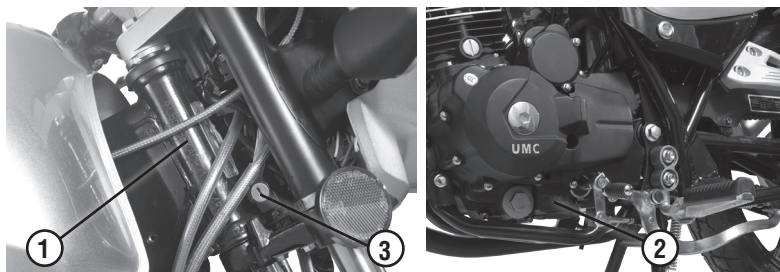
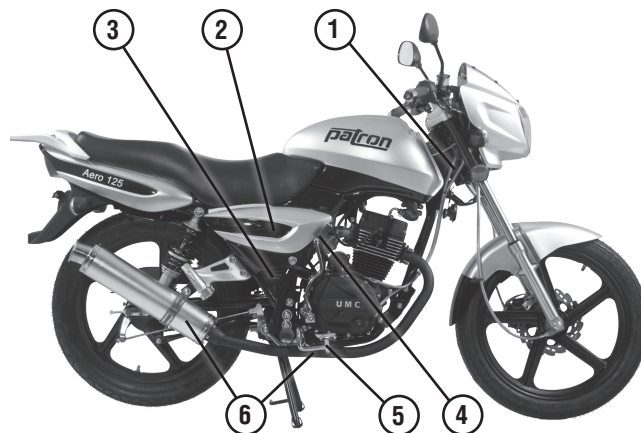

Рис. 1 Расположение номеров двигателя и рамы
Рис. 3 Вид справа
2. Соответствие номеров рамы (рис. 1, поз. 1) и двигателя (рис. 1, поз. 2) на мотоцикле с занесенными в раздел 6 (информация об изделии) «Сервисной
Замок блокировки рулевого управления (рис.1. поз.3, рис.3. поз.1). Чтобы заблокировать рулевое управление, поверните руль до упора влево, вставьте ключ в замочную скважину, поверните ключ на 180 градусов по часовой стрелке и выньте его. Чтобы разблокировать рулевое управление, проделайте операцию в обратном порядке.
Педаль кик-стартера (рис. 3 поз. 4). Для пуска двигателя включите нейтральную передачу, откиньте педаль кик-стартера, энергично нажмите на нее ногой вниз. После пуска двигателя возвратите педаль кик-стартера в исходное положение.